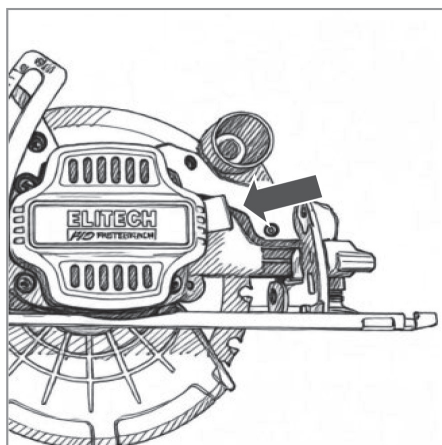

Рис. 5
- Зафиксируйте вал пилы, нажав на кнопку блокировки шпинделя (рис. 5).